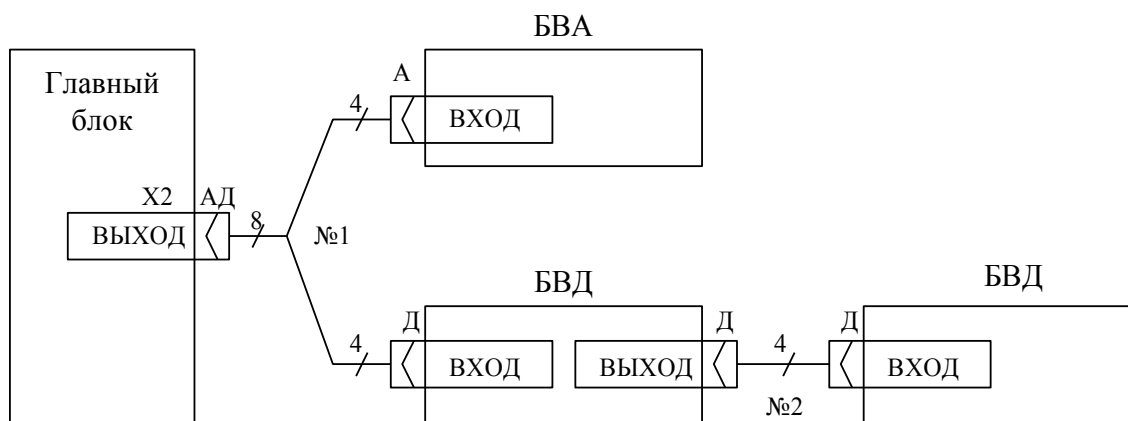

Рисунок 2 - Схема межблочных соединений ПКЦ-12
7.2 Схема соединения блоков прибора (Рисунок 2). Кабель АД-А-Д (№1) используется для подключения к главному блоку одного блока БВА и одного блока БВД. Второй блок БВД подключается к первому при помощи кабеля Д-Д (№2).